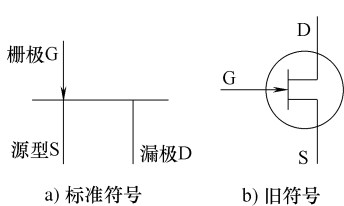

图 5-79 N 型沟道结型场效应晶体管电路符号
2. N 型沟道结型场效应晶体管电路符号 (见图 5-79)